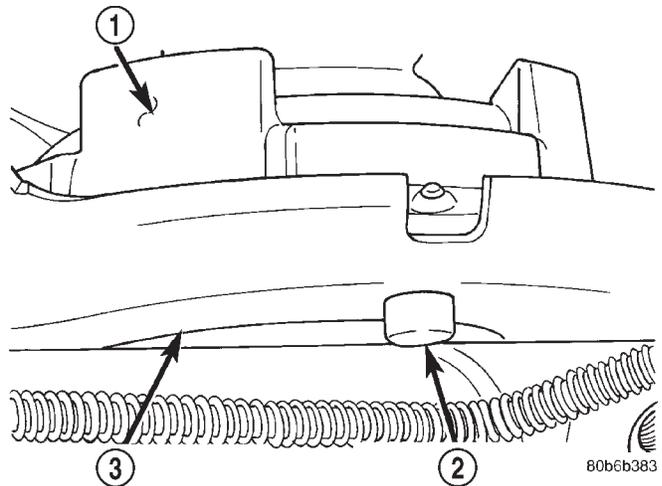

Abb. 4 Paßnase des unteren Gummirings
(1) Oberen Gummiring einbauen.
(2) Unteren Gummiring einbauen. Dabei die Paßnase in die entsprechende Aussparung des Federtellers einsetzen (Abb. 4).
(3) Achse nach unten ziehen und die Feder auf den unteren Federteller aufsetzen.